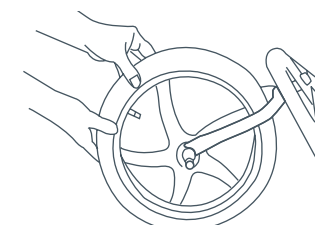

Fig. 2
- 2) • Faites glisser la roue avant sur les fourches avant (Fig. 2).